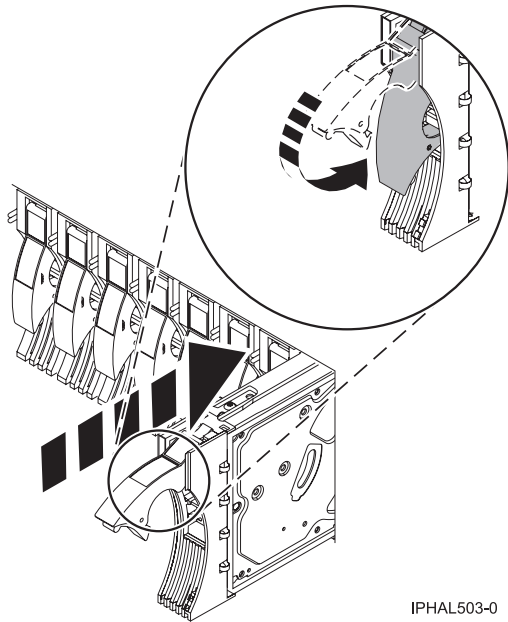

Figure 4. Installation d'une unité de disque sur un modèle
18. Faites glisser complètement l'unité de disque dans l'unité centrale (voir figure 4, à la page 7).